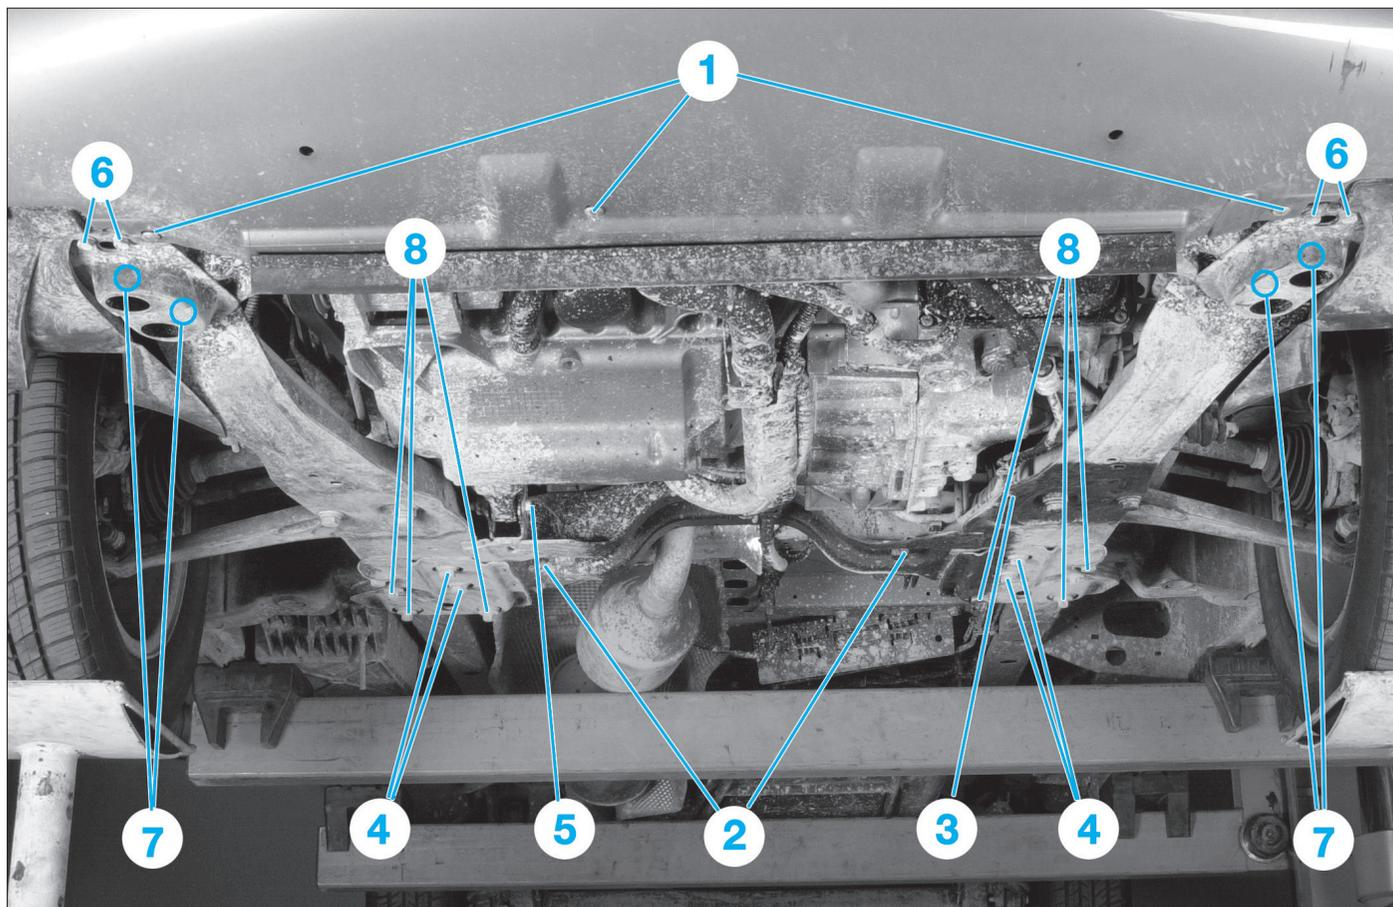

Fig. 10
- Déposer les vis numérotées de (1) à (5) (Fig.10).
- De chaque côté, déposer les vis (6) et (7).
- Déposer les vis (8).